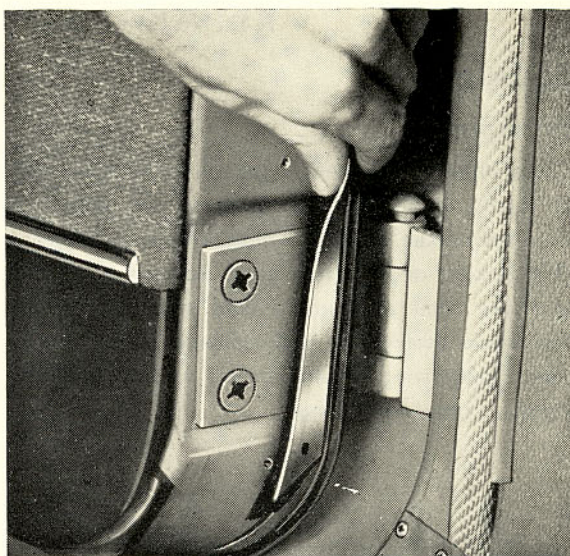

Bild 15. Plåt över gångjärn, tid. utf.
2. Lossa de fyra försänkta skruvarna vilka håller dörren vid övre och undre gångjärnet. Härvid måste dörrens tätningslist flyttas så att gångjärnsskruvarna blir åtkomliga. På äldre vagnar med limmade lister sker detta genom att de två plåtarna över gångjärnen, varpå listan är limmad, lossas och försiktigt drages åt sidan, bild 15. Se härvid till att gummlisten ej lossnar från plåten eller dörren.